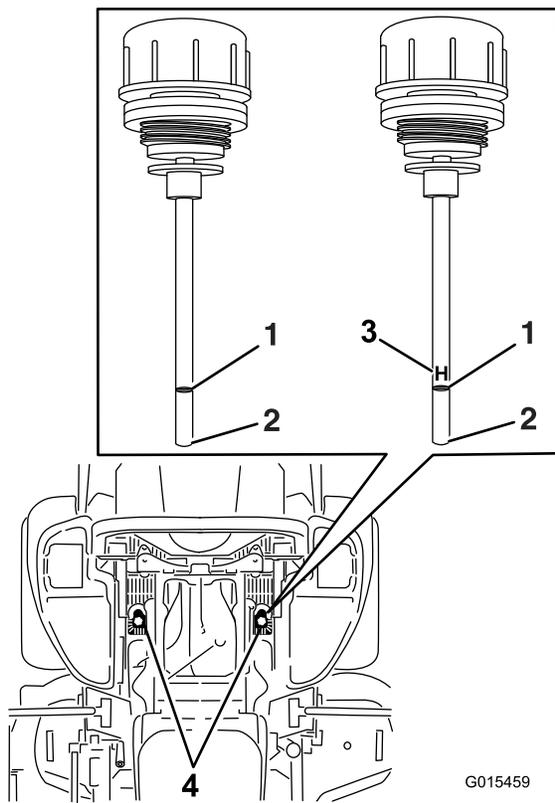

Figure 81
6. Nettoyez la surface autour des jauges des réservoirs du système hydraulique (Figure 81).
7. Sortez la jauge du réservoir hydraulique (Figure 81).
9. Ressortez la jauge et examinez l'extrémité (Figure 81).